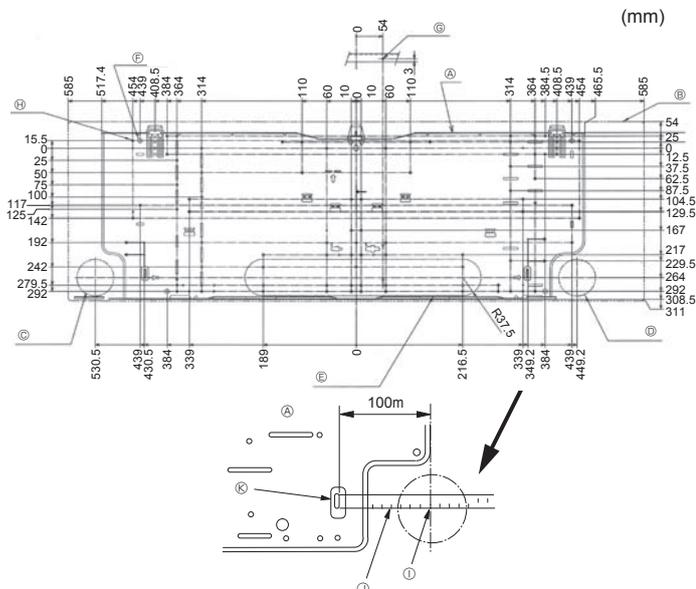

Fig. 3-2
①	Ophangplaat	1	Aan de achterkant van het apparaat bevestigen
②	Zelftappende schroef 4 × 25	7
③	Viltband	2
④	L-vormige verbindingspijp	1
⑤	Lastmoer	1
⑥	Draadloze afstandsbediening	1
⑦	Houder afstandsbediening	1
⑧	Alkalinebatterijen (formaat AAA)	2
⑨	Zelftappende schroef 3,5 × 16	2
⑩	Montagestuk	1	Gebruik het verpakkingsmateriaal
3.2. De muurbevestigingsmal aanbrengen (Fig. 3-2)